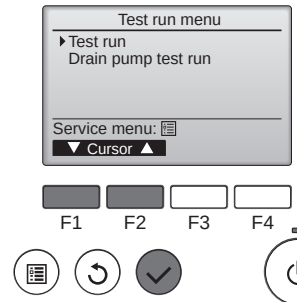

Fig. 7-2
- ② У меню «Test run menu» (Тестовий прогін) виберіть пункт «Test run» (Тестовий прогін), а потім натисніть кнопку [ВИБРАТИ]. (Fig. 7-2)
- ③ Почнеться виконання тестового прогону, а екран «Test run» (Тестовий прогін) і надалі демонструватиметься на дисплеї.